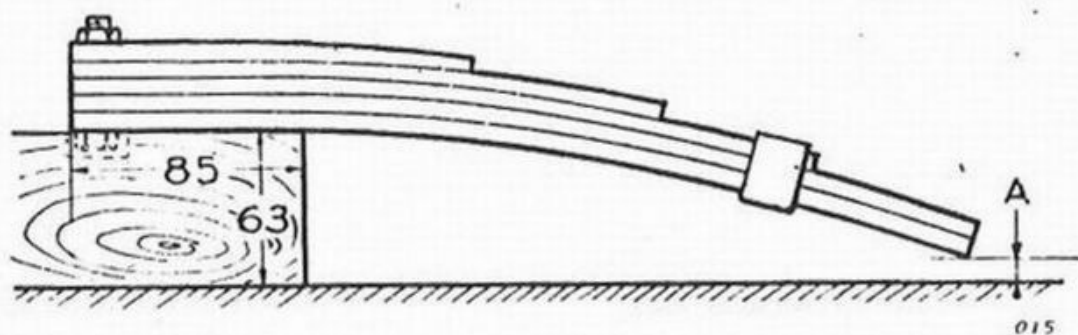

Fig. 45 - Verifica della curvatura della balestra della sospensione posteriore
Controllare la curvatura della molla a balestra della sospensione posteriore: appoggiata la balestra su di un piano, con l'interposizione di uno spessore alto mm. 55 a facce ben parallele, come in fig. 45, la distanza (A) tra il piano e l'estremità della foglia maestra non dovrà risultare maggiore di mm. 10. In caso diverso scomporre la balestra e curvare le varie foglie battendole con un martello a bocca arrotondata su di un'incudine dopo averle scaldate a 50-60°. Se la distanza (A) fosse molto grande (maggiore di 25 mm.), conviene senz'altro sostituire la balestra.